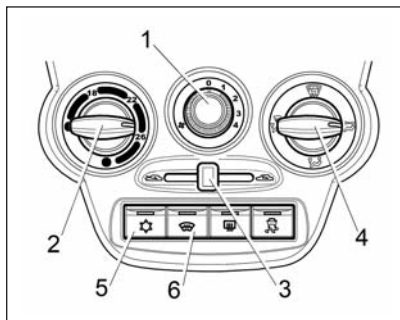

Рис. 40. Блок управления климатической системой (в вариантном исполнении)
- **рукоятку 3** (см. рис. 38 и рис. 40) перевести в крайнее левое положение ;
**В вариантном исполнении** (см. рис. 40) климатическая установка имеет дополнительный режим кондиционирования, обеспечивающий охлаждение воздуха, подаваемого в салон автомобиля.
2. Включите вентилятор, установив **рукоятку 1** (см. рис. 40)
Для установки желаемой температуры воздуха в салоне поверните **рукоятку 2** (см. рис. 40) по часовой стрелке для повышения, против часовой стрелки для понижения. Температура будет поддерживаться автоматически в пределах производительности климатической установки и установленного допуска.
2. Поверните **рукоятку 2** (см. рис. 40 против часовой стрелки в левое положение до упора (синяя точка на блоке управления).
4. **Рукояткой 1** (см. рис. 40) включите максимальную скорость вентилятора климатической установки (положение «4»).
Для включения/выключения ЭОВС нажмите **кнопку 6** (см. рис. 40), при включении загорается индикатор на кнопке выключателя. Контрольный световой индикатор, расположенный на кнопке выключателя, будет светиться желтым светом в течение всего времени работы системы электрообогрева. Система ЭОВС функционирует только при работающем двигателе.